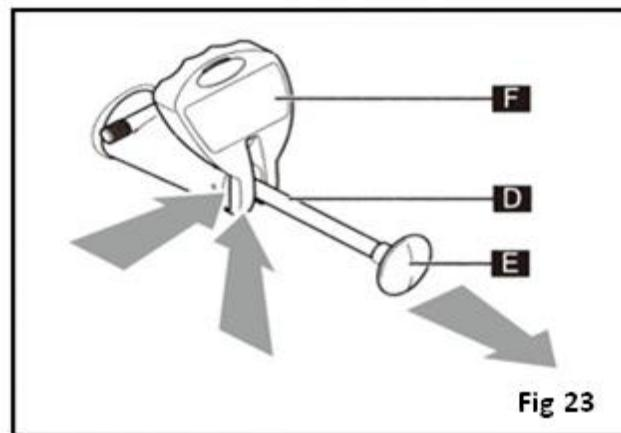

Fig 23
- Tirare la leva (D) a fondo dalla manopola (E) quindi spingere la leva (F) verso l'alto fino a quando fuoriesce dalla guida del perno (Fig. 23). Svitare la manopola E ruotandola in senso antiorario mantenendo l'asta in posizione.